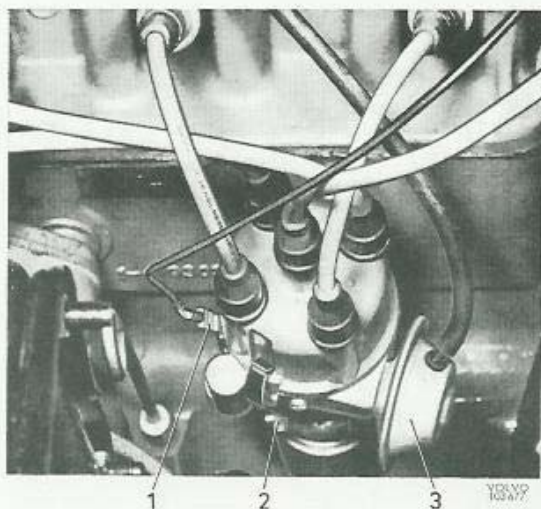

Bild 101. Fördelare B 20 B, monterad
4. Lossa skruven, 2 bild 101, och drag upp fördelaren.